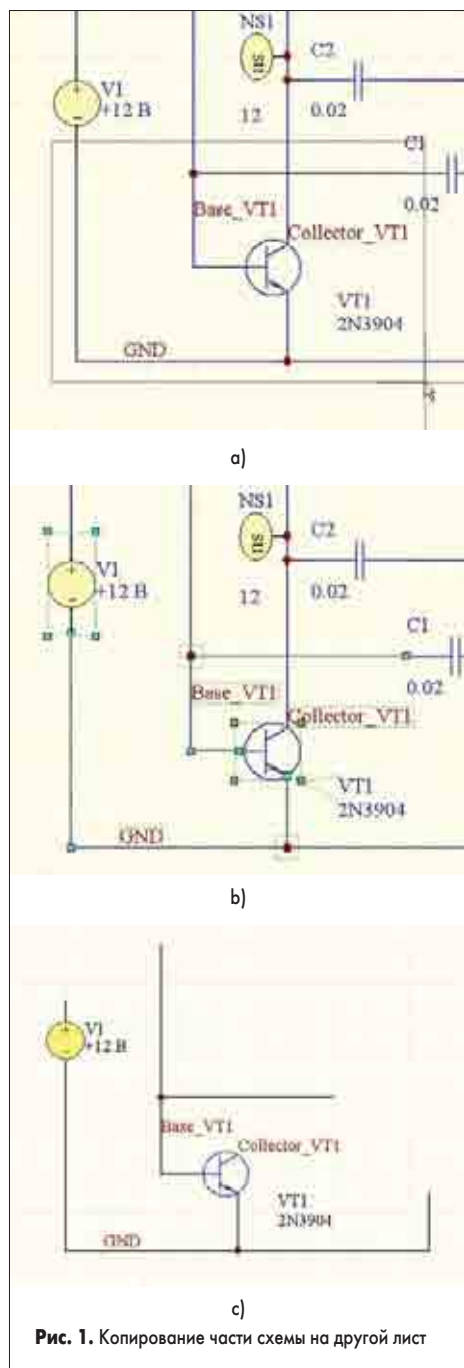

Рис. 1. Копирование части схемы на другой лист
8. С помощью мыши в окне охвата выделим часть схемы мультивибратора, содержащую транзистор VT1, метки цепей GND, Base_VT1 и Collector_VT1 (рис. 1, а).
11. Аналогичным образом добавим к выделению сегменты цепи GND и Base_VT1 (рис. 1, б).
16. Вращением ролика мыши при нажатых клавишах CTRL или SHIFT изменим масштаб обзора листа схемы, переместим указатель мыши в удобное для нас место и щелкнем левой кнопкой мыши. Редактор выполнит вставку нужного нам участка схемы мультивибратора (рис. 1, c).